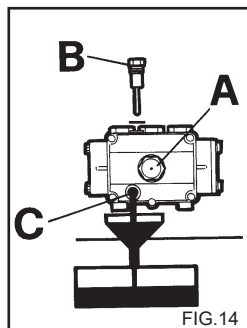

FIG. 14
- 2) Dévisser le bouchon de la jauge d'huile (fig. 14).